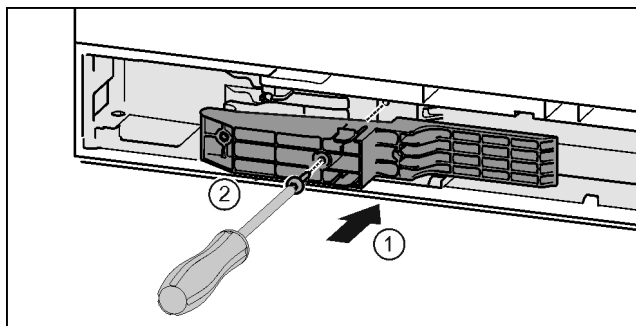

Fig. 45 *
- ▶ Ievietojiet adapteri padziļinājumā satveršanas pusē. Fig. 45 (1)*
- ▶ Pieskrūvējiet skrūves ar skrūvgriezi T15. Fig. 45 (2)*